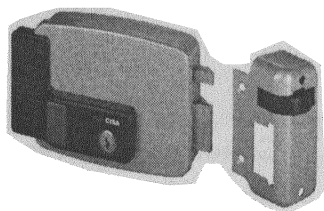

Рис. 1.7. Внешний вид электромеханического замка
- ♦ производить отпирание двери дистанционно (при монтаже специального электромеханического или электромагнитного замка на дверь, рис. 1.7);